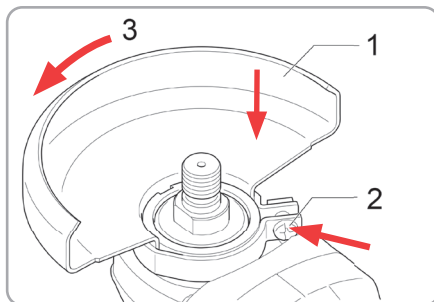

Fig.4
- Montați apărătoarea și prindeți-o cu șurubul de fixare Fig.4
- Strângeți bine șurubul Fig. 4 (2).
- Pentru a schimba poziția apărătorii trebuie slăbit șurubul de fixare.Fig. 4 (3).